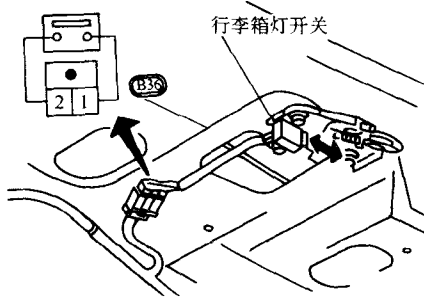

图 3-26 端子间是否导通
3) 后备箱灯开关。检查表 3-7 中所示端子间是否导通, 如图 3-26 所示。